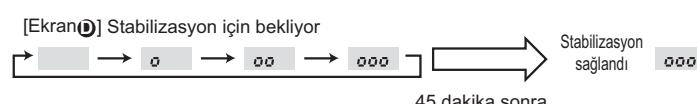

Fig. 8-3
- ③ Ayarı onaylamak için FILTER (↔) düğmesine basın. (Fig. 8-3)